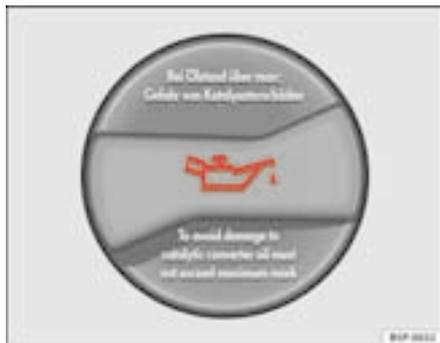

Fig. 126 Tampa da abertura de enchimento do óleo do motor no compartimento do motor
- Desenroskar o tampão do bocal de enchimento do óleo ⇒ fig. 126.